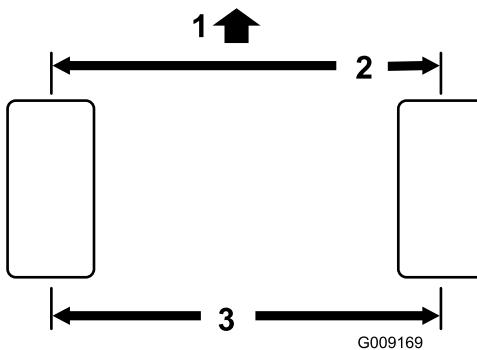

Figura 109
- Misurate l'interasse (all'altezza dell'assale) sulla parte anteriore e posteriore dei pneumatici di sterzo (Figura 109).